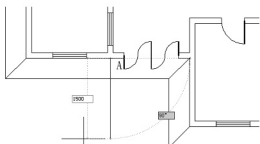

图 2.89 光标向下拖动并输入“1500”
⑤ 在指定下一个点或 [圆弧(A)/半宽(H)/长度(L)/放弃(U)/宽度(W)]：提示下，将光标垂直向下拖动，输入“1500”后按 Enter 键，如图 2.89 所示。